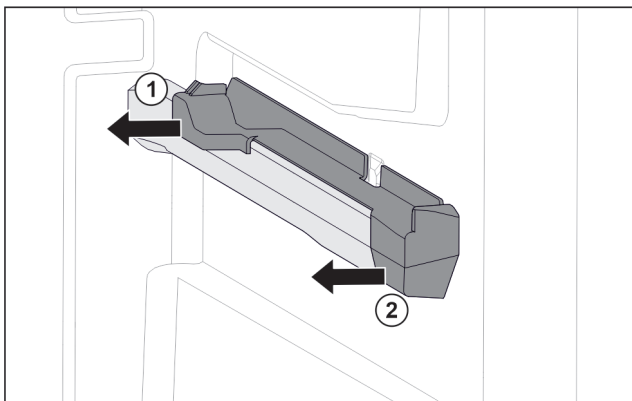

Fig. 77 Наставка върху дясното ребро на съда
- ▶ Изтеглете наставката отзад настрани. Fig. 77 (1)
- ▶ Изтеглете наставката отпред настрани. Fig. 77 (2)